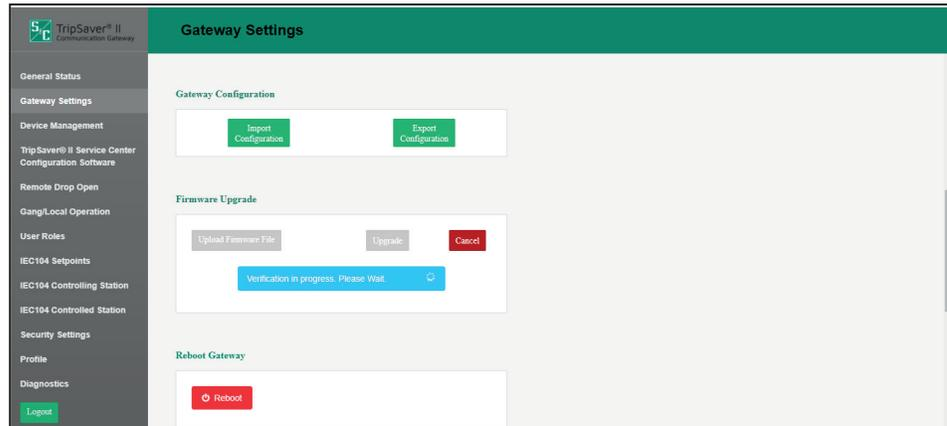

Figura 32. La barra de mensajes de verificación del firmware.
PASO 5. Cuando esté 100% realizado, el gateway de comunicaciones pasará a través de un proceso de verificación para confirmar que fue firmado con seguridad por S&C Electric Company. Vea la Figura 32.